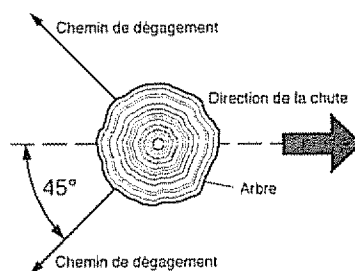

Figure 13 - Chemin de dégagement pour s'éloigner de l'arbre
- 3 Avant d'abattre un arbre, prévoir un chemin de dégagement et le dégager. Le prévoir à l'opposé de la direction de chute de l'arbre et à un angle de 45° (voir la Figure 13).